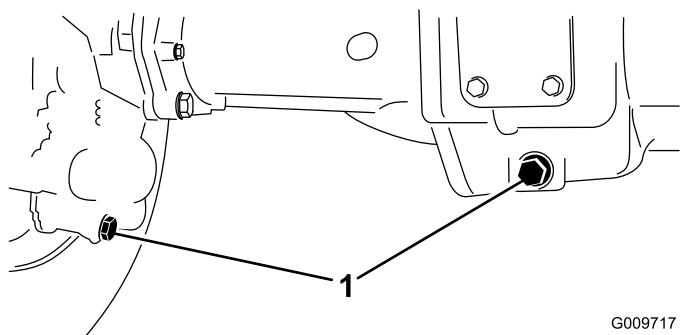

Рисунок 106
2. Очистите область вокруг трех сливных пробок, по одной на каждом конце и одной в центре (Рисунок 106).